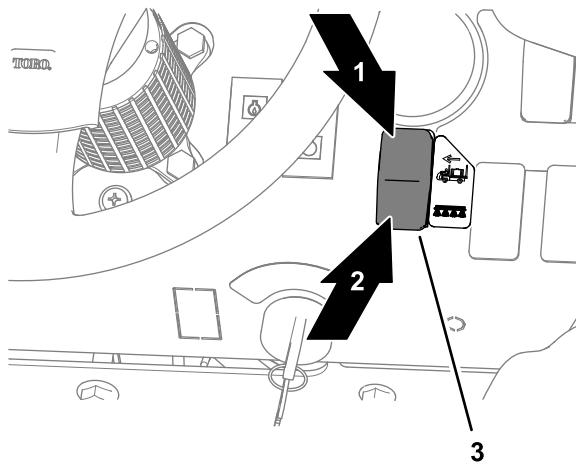

Figura 146
8. No painel de instrumentos da máquina, prima o interruptor de ativação/transporte para a posição ENABLE MODE (Figura 146).